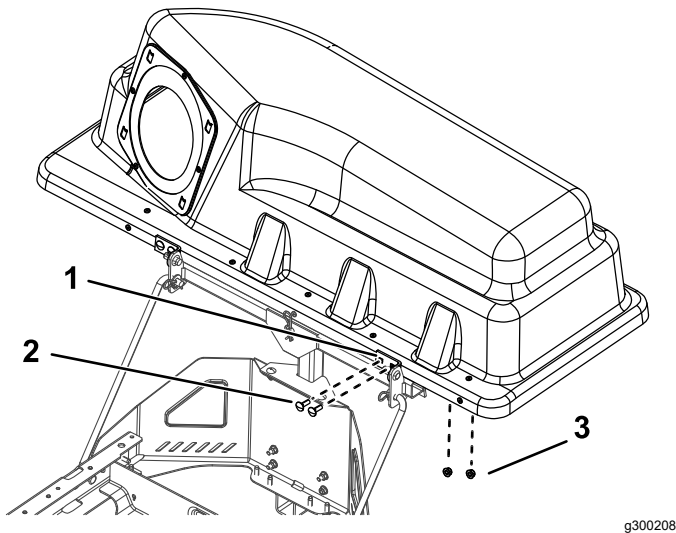

Figure 16
2. Montez les supports de pivot sur le cadre pivotant (Figure 16).